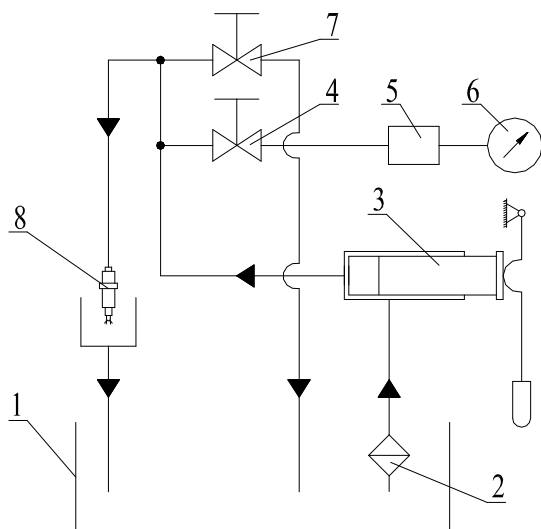

Рис. 2.
4.2. На рис.2 показана схема подачи топлива. Топливо из бака 1 через фильтр тонкой очистки 2 поступает в топливный насос 3. Из топливного насоса, при проверке качества распыления топлива, (при закрытом кране 4), топливо поступает в форсунку 8. При проверке давления начала подъема иглы, открытием крана 4, подсоединяется магистраль накопителя 5 и манометра 6.